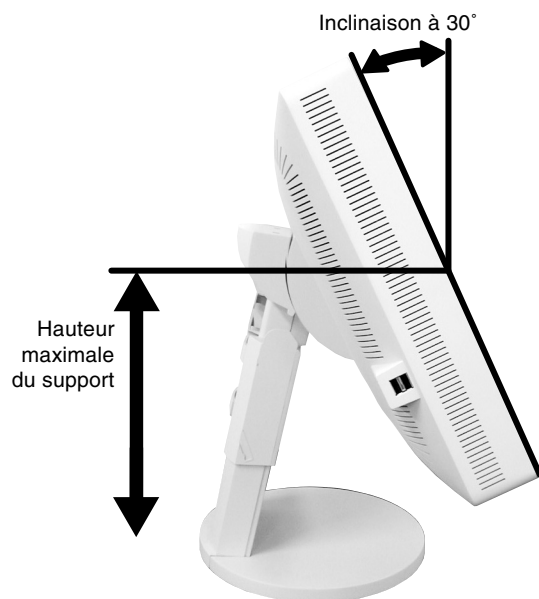

Figure C.2
4. Placez les mains de chaque côté du moniteur pour incliner l'écran LCD de 30 degrés et levez cette dernière jusqu'à la position la plus haute (**Figure C.2**).